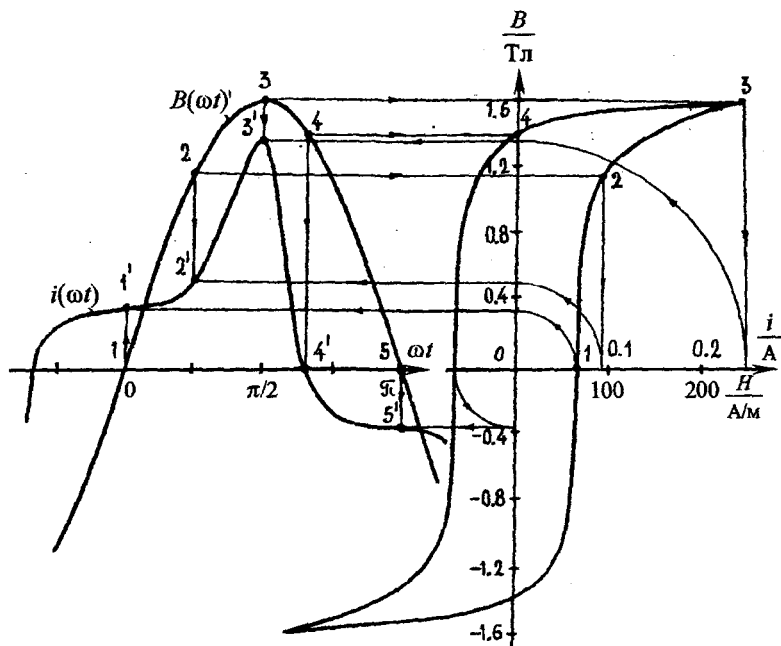

Рис. 2.4
**Задача 2.4.** На рис. 2.4 приведена динамическая петля перемагничивания  $B(H)$  при частоте  $f = 50$  Гц стального сердечника катушки, имеющего площадь поперечного сечения  $S = 10 \text{ см}^2$ , длину средней магнитной линии  $l = 17,5 \text{ см}$ , площадь петли перемагничивания  $S_{\Pi} = 10,7 \text{ см}^2$ . Число витков катушки  $w = 175$ .
Магнитная индукция в сердечнике изменяется синусоидально (рис. 2.4). Для построения зависимости  $i(\omega t)$  задаемся значениями индукции  $B$  (точки 1, 2, 3, 4, 5) и с помощью петли перемагничивания находим соответствующие точки  $1', 2', 3', 4', 5'$  кривой тока.
Диаграмма  $i(\omega t)$  приведена на рис. 2.4. Из-за потерь в сердечнике наблюдается сдвиг фаз индукции и тока.